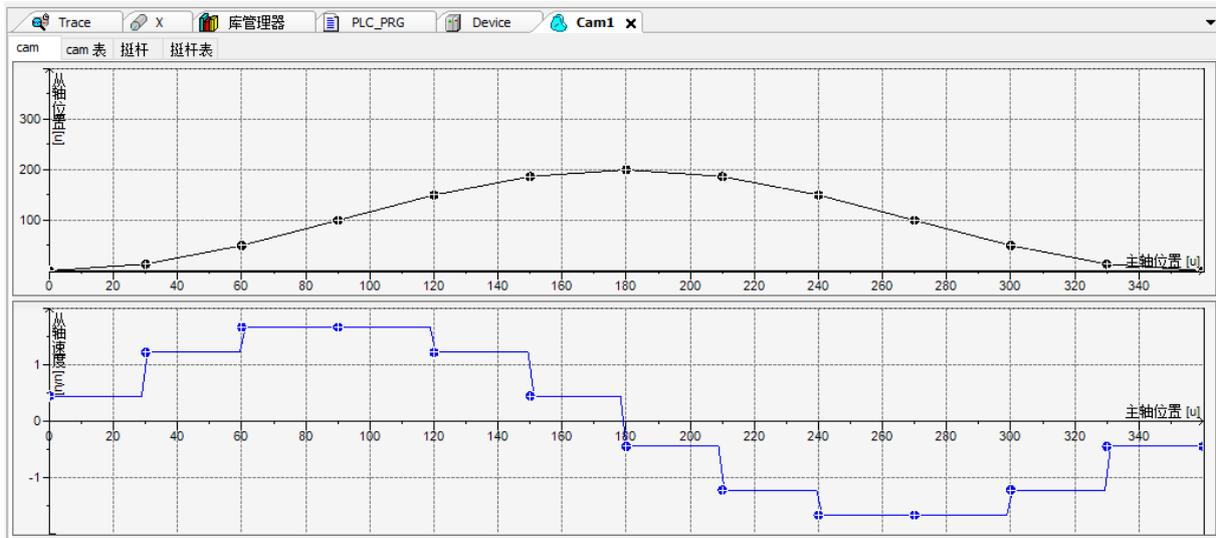

图 8.7 凸轮的位移、速度曲线
4. 点击“Cam”窗体查看凸轮曲线，如图 8.7 所示。可以用鼠标拖动凸轮位移曲线上的符号⊕，修改凸轮曲线。